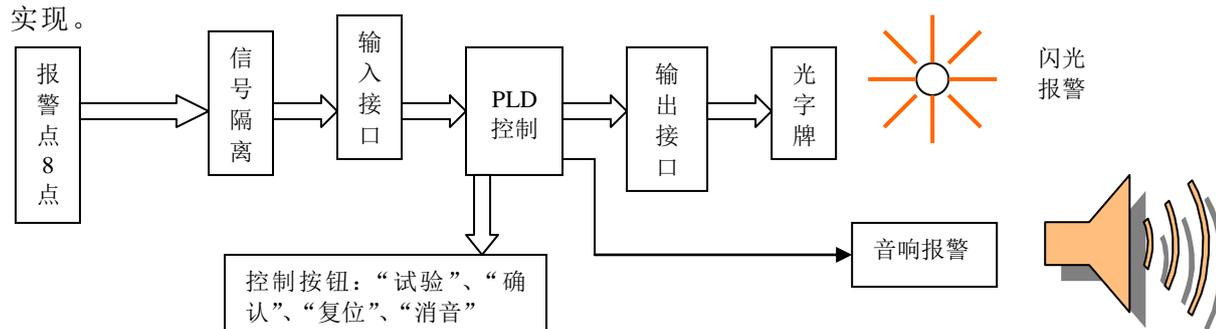

图1 XXS-95八点盘装式信号报警器控制原理图
1.1.XXS-95型报警器的结构原理框图见图1所示，整个报警器的控制是由PLD可编程逻辑器件来实现。